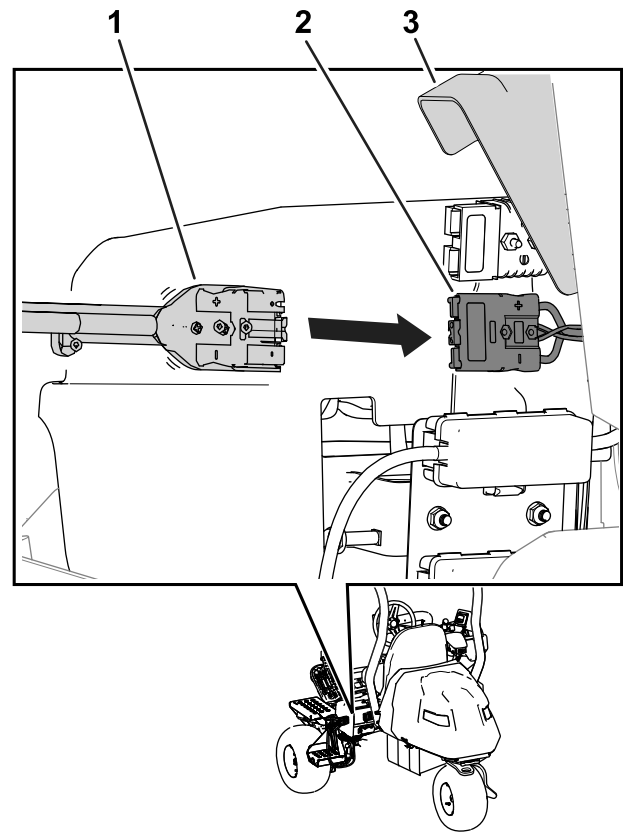

Figura 33
7. Ridicați capacul conectorului și glisați conectorul de ieșire al încărcătorului în conectorul pentru încărcător de pe mână (Figura 33).